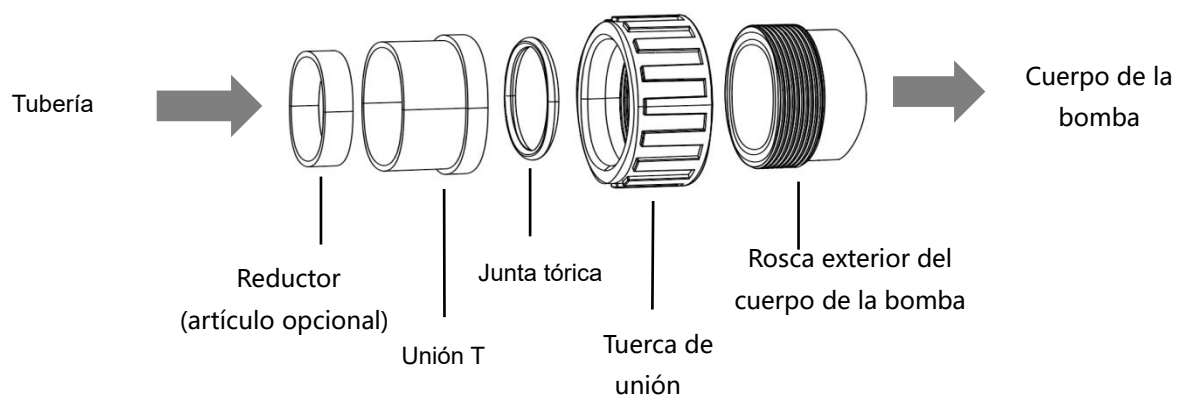

Figura 3 - Kit de unión
- 3) Utilice el KIT DE UNIÓN suministrado por el fabricante de la bomba (consulte la Figura 3). No utilice otros accesorios para conectar la entrada/salida de la bomba, ya que podrían no coincidir y dañar el cuerpo de la bomba.